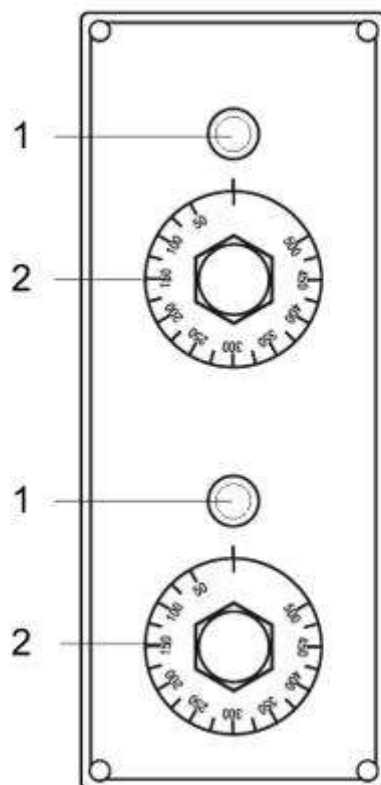

РИС. 7 (Панель управления)
Панель управления расположена на передней стенке печи; различия для отдельных моделей показаны на **РИС. 7**.
ЛЕГЕНДА К РИС. 7
- 3) Включите резисторы, установив на термостатах (**РИС. 7, п. 2**) температуру **150°C**, указанную на шкале ручки. Включатся соответствующие зелёные сигнальные лампы, показывающие, что резисторы работают;
- 5) Выключите резисторы, переведя термостаты (**РИС. 7, п. 2**) в **положение «О»**. Соответствующие зелёные сигнальные лампы погаснут;
- 7) Снова закройте дверцу и повторите пункт **3**), установив на термостатах (**РИС. 7, п. 2**) температуру
- 9) Выключите резисторы, переведя термостаты (**РИС. 7, п. 2**) в **положение «О»**. Зелёные сигнальные лампы погаснут;
- 3) Включите резисторы, установив на термостатах (**РИС. 7, п. 2**) желаемую температуру, указанную на шкале ручки. Включатся соответствующие зелёные сигнальные лампы, показывающие, что резисторы работают;
- 4) Когда печь нагреется до желаемой температуры (см. п. **9**) настоящего раздела), которую показывает термометр (**РИС. 7, п. 4**), можно загружать в печь пиццу для выпекания;
- 6) Чтобы включить свет в выпечной камере, нажмите выключатель подсветки печи (**РИС. 7, п. 5**);
- 1) Выключите печь, переведя переключатели термостатов (РИС. 7, п. 2) и резисторов (РИС. 7, п. 3) в положение «О»;